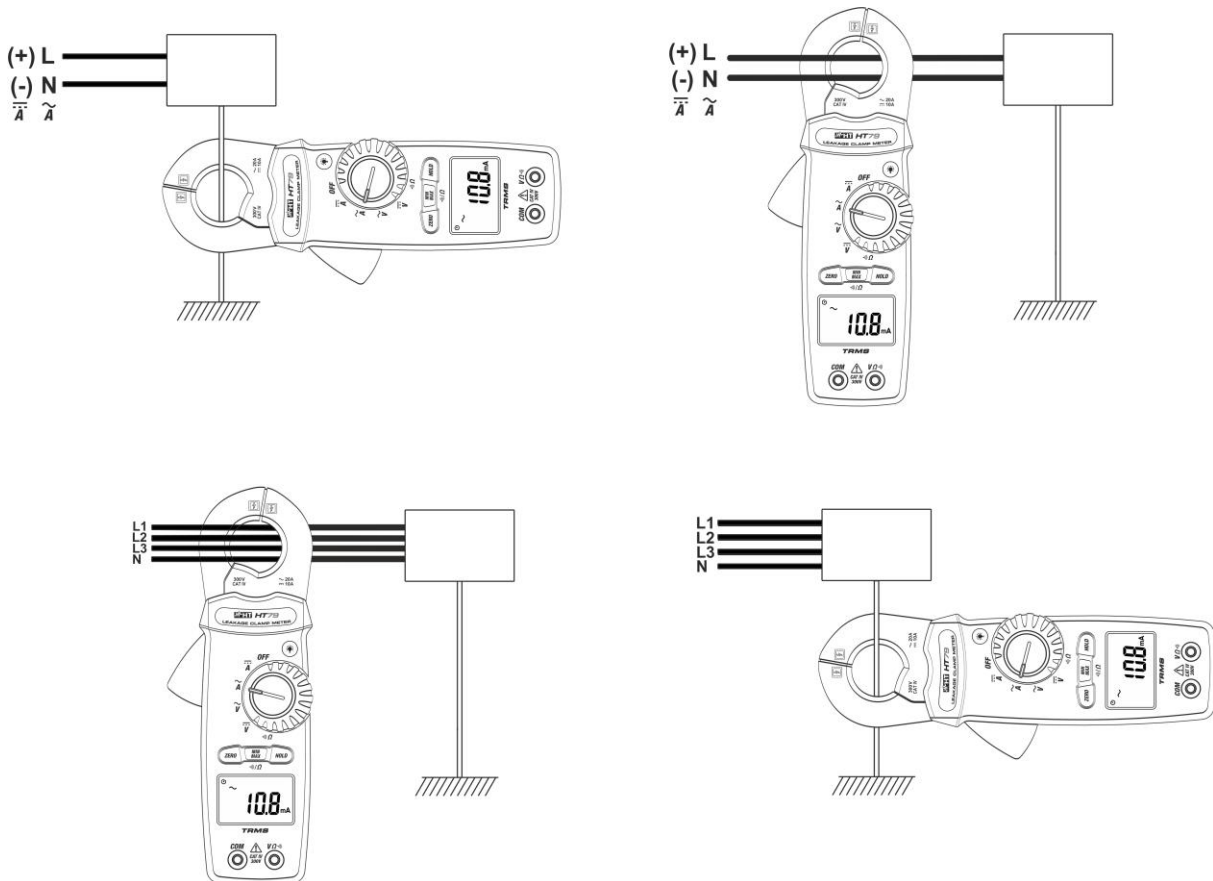

Abb. 10: Mögliche Einsätze der Stromzange zur Messung von AC oder DC Leckstrom
3. Öffnen Sie die Zange und verbinden Sie das Gerät, wie in der Abb. 10 angezeigt, für DC Systeme oder ein-/dreiphasigen AC Systemen mit 4 Kabeln. Der Leckstromwert erscheint auf dem Display.
3. Öffnen Sie die Zange und verbinden Sie das Gerät, wie in der Abb. 10 angezeigt, für DC Systeme oder ein-/dreiphasigen AC Systemen mit 4 Kabeln. Der Leckstromwert (Differenzstrom) erscheint auf dem Display.